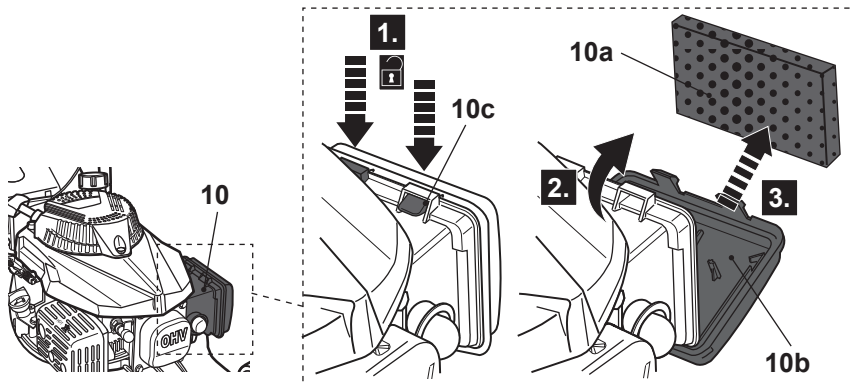

Fig. 21
2. Pressione os fechos (10c) para baixo para desengatar e abrir a tampa (10b) (Fig. 21).
4. Aplique uma pequena quantidade de óleo de espuma de filtro de ar no filtro de ar (10a) para aumentar seu desempenho. Limpe o óleo excedente e coloque o filtro de ar (10a) de volta na caixa do filtro de ar (10).